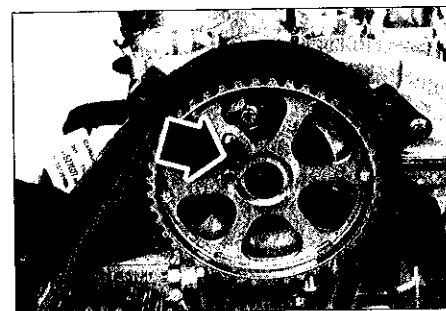
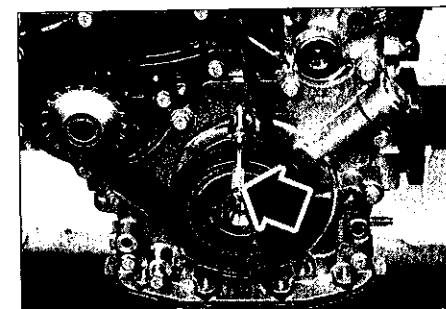
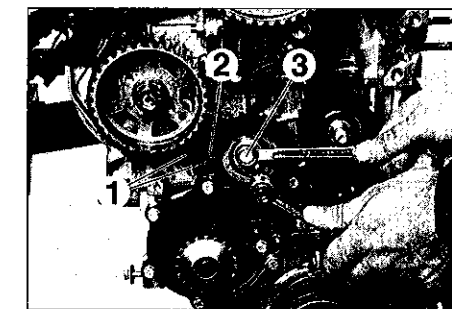

FIG.5
FIG.6
FIG.9
- Piger la roue dentée d'arbre à cames à l'aide d'un outil approprié ou de l'outil PSA 0194-B (Fig.5).
- Piger la roue dentée de vilebrequin à l'aide d'un outil approprié ou de l'outil PSA 0194-A (Fig.6).
- A l'aide d'une clé 6 pans, amener l'index (2) (Fig.9) du galet tendeur au milieu de la zone de contrôle (1) et faire pivoter le tendeur dans le sens anti-horaire.
- Serrer la vis de fixation (3) du galet tendeur à 5,5 m.daN.
- Déposer les piges (Fig.6) et (Fig.5).
- Contrôler le bon positionnement de l'index (2) (Fig.9) du galet tendeur; dans le cas contraire, reprendre l'opération de repose de la courroie.